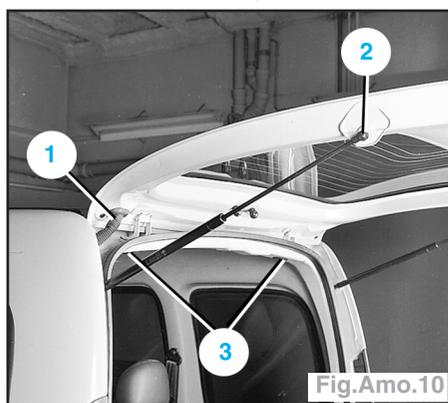

Fig.Amo.10
- Déposer les garnitures (3) de la traverse arrière de pavillon (Fig.Amo.10).